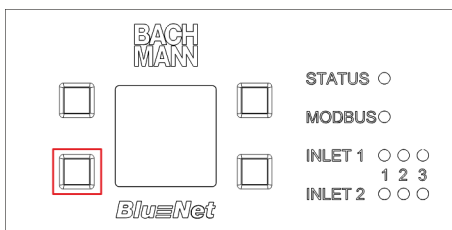

Abb. 84: Display mit Bedientasten
2. Taste unten links für zwei Sekunden drücken und wieder loslassen (Abb. 84/rote Markierung).